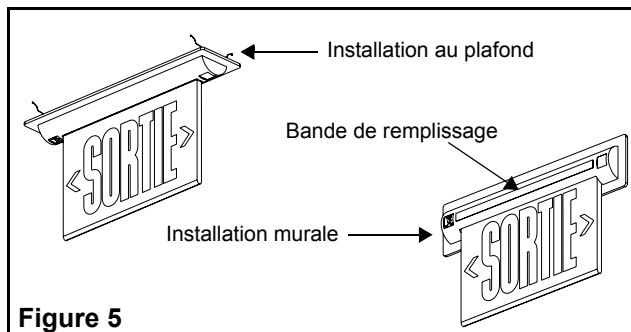

Figure 5
2. Déterminer la direction dans laquelle le panneau de l'enseigne sera installé sur la plaque de finition (voir fig. 5). Pour l'installation au plafond, allez à l'étape 3.
- c. Introduire la bande de remplissage en plastique dans la fente rectangulaire de la plaque de finition (voir fig. 5).